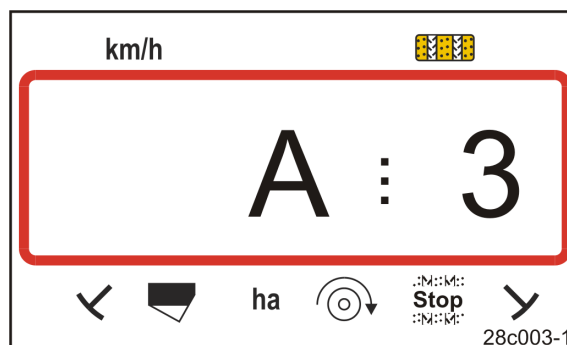

Fig. 43
- fremkommer visningen (Fig. 43)